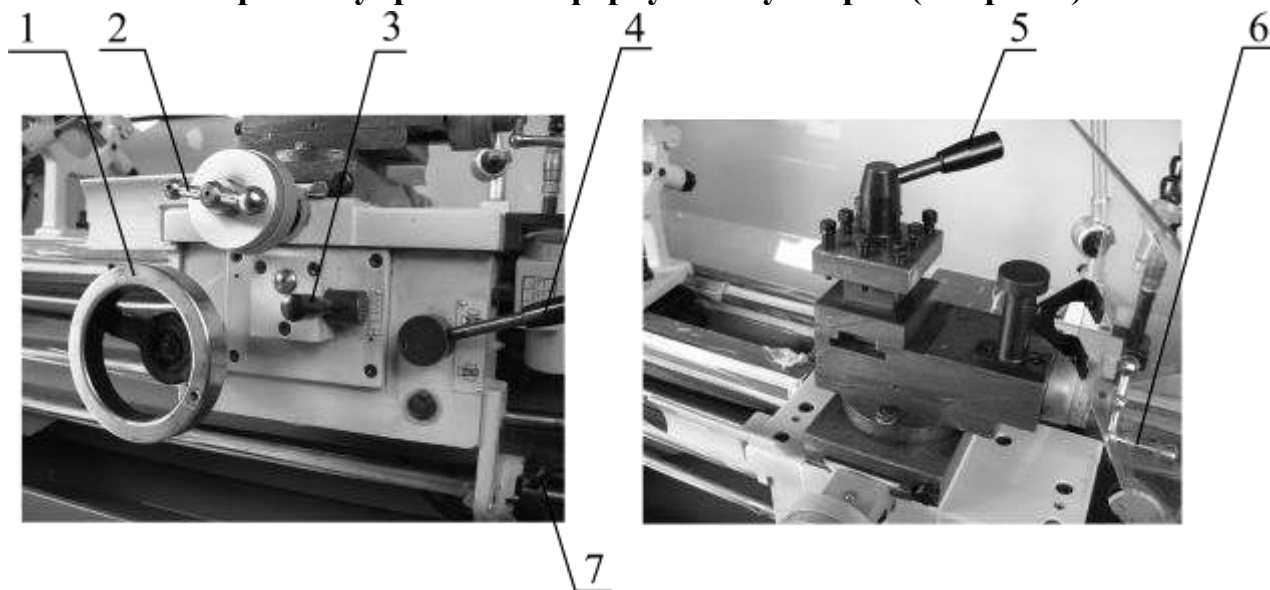

Рисунок 7
**Органы управления фартука и суппорта (см. рис.7)**